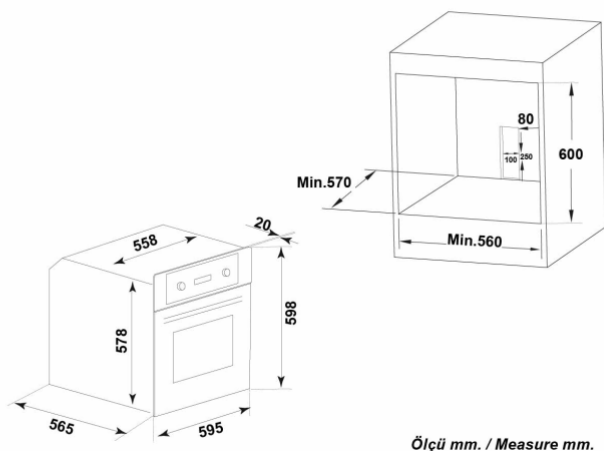

FIGURE 2
* Le four est conçu pour etre installe dans une unite de cuisine. il peut etre place dans une longue armoire se trouvant sous le comptoir ou au niveau des yeux. Fixez un endroit dans l'unite de cuisine comme il est indique et coupez selon le four (Voir figure2 et figure 3).